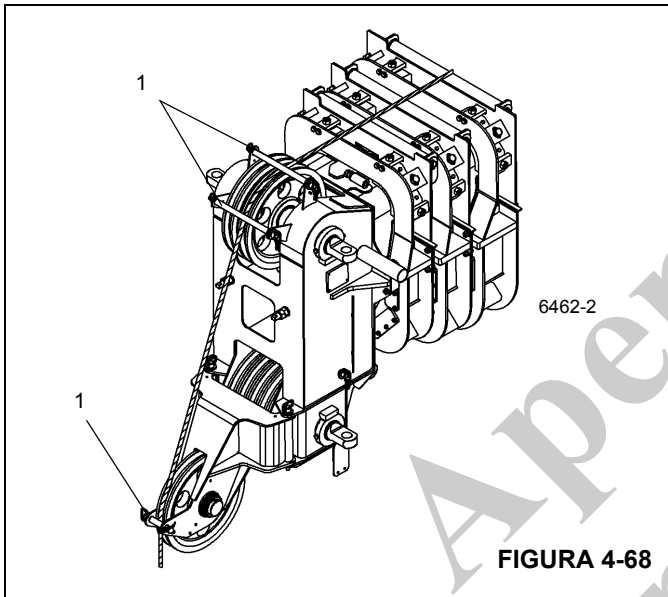

FIGURA 4-68
- Remova as hastes de retenção do cabo (1) na cabeça da lança principal e na extremidade da lança auxiliar de polia única (Figura 4-68).